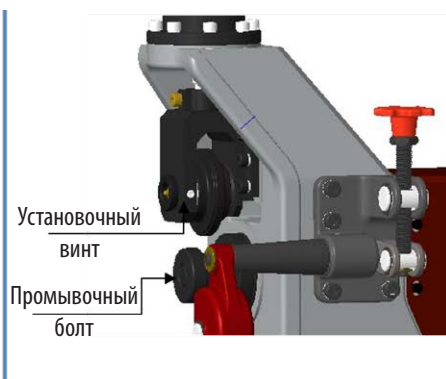

рис. 4
2. Снимите ролик с канавками. Ослабьте установочный винт на боковом блоке с помощью шестигранного ключа на 5 мм. Крепко возьмитесь за канавочный ролик и вытяните канавочный вал из бокового блока. *См. рисунок 4.*